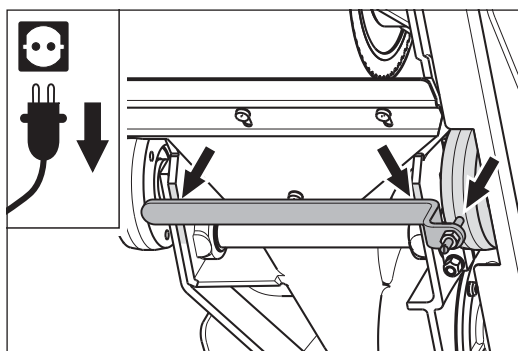
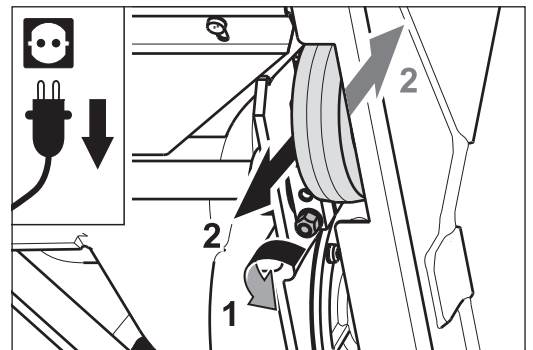

Abb. 44 Die aktuelle Einstellung des rechten Rads (von unten betrachtet) mit Hilfe der Einstellvorrichtung abnehmen.
Abb. 46 Die Mutter an der rechten Radklemmung lösen (1) und das Rad verschieben (2).
- 5 Zum Einstellen nehmen Sie zunächst mit der Einstellvorrichtung (siehe Werkzeugtasche) die Ist-Position des einstellbaren Rads ab. Legen Sie die Einstellvorrichtung so an das Maschinengehäuse an, dass sie sowohl beidseitig an dem Maschinengehäuse als auch an dem einstellbaren Rad anliegt (Abb. 44). Gegebenenfalls muss der Gewindestift der Einstellvorrichtung verdreht werden. Lösen Sie dafür die Mutter der Einstellvorrichtung.
- 7** Lösen Sie die Spannmutter an der Radklemmung des einstellbaren Rads (Abb. 46, 1) und legen Sie die Einstellvorrichtung nochmals an das Maschinengehäuse an (Abb. 44).
- 8** Stellen Sie das Rad mit der Einstellvorrichtung auf die gewünschte Position ein (Abb. 46, 2), so dass die Lauffläche des Rads bei Drehung den Gewindestift gerade noch berührt. Ziehen Sie die Mutter an der rechten Radklemmung wieder fest an.